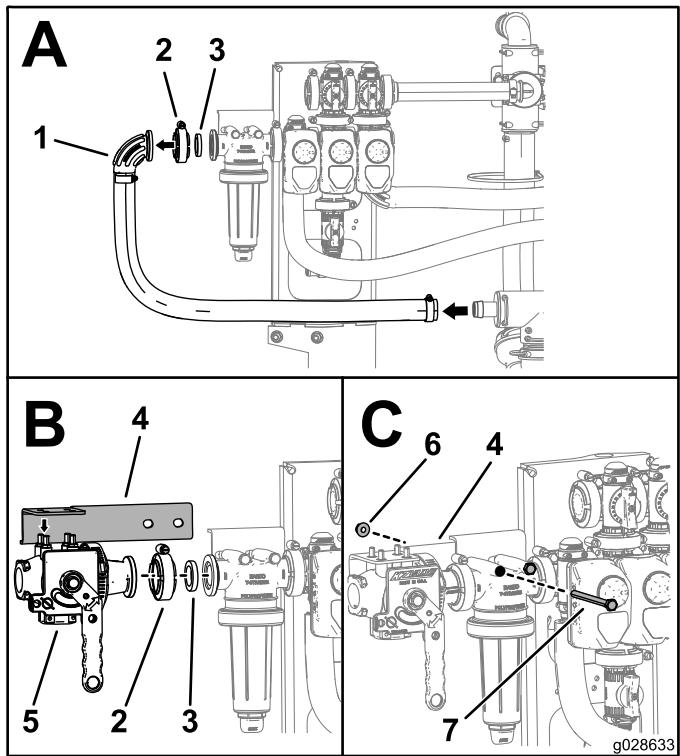

Рисунок 19
- Снимите колено, фланцевый хомут, прокладку, колено и выпускной шланг с головки фильтра линии нагнетания (вид А на Рисунок 19).
2. Установите кронштейн клапана на верх клапана эдуктора, как показано на виде В на Рисунок 19.
3. Установите клапан эдуктора, используя прокладку и фланцевый хомут, снятые при выполнении действий, описанных в пункте 1; см. вид В на Рисунок 19.
4. Прикрепите кронштейн к клапану стрелы в сборе, используя болты и гайки, которые в данный момент установлены на фильтре линии нагнетания; см. вид С на Рисунок 19.